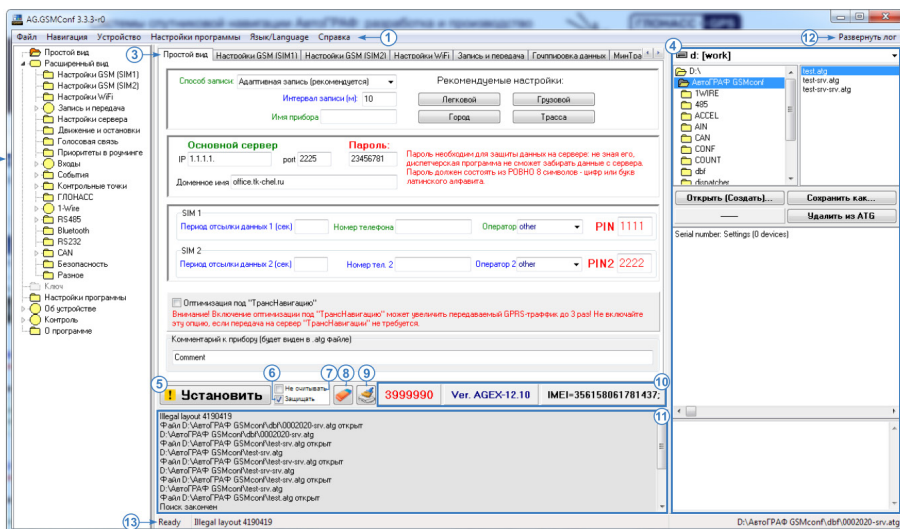

Рис.6. Интерфейс программы.
- 11. Окно состояния** – в этом окне отображается ход работы в программе AG.GSMConf. Кнопка «Развернуть лог» (Рис.6, п.12) позволяет развернуть окно состояния, в котором отображается лог работы в программе, на все окно программы. Данная опция удобна для просмотра большого лога. Свернуть лог можно повторным нажатием кнопки.